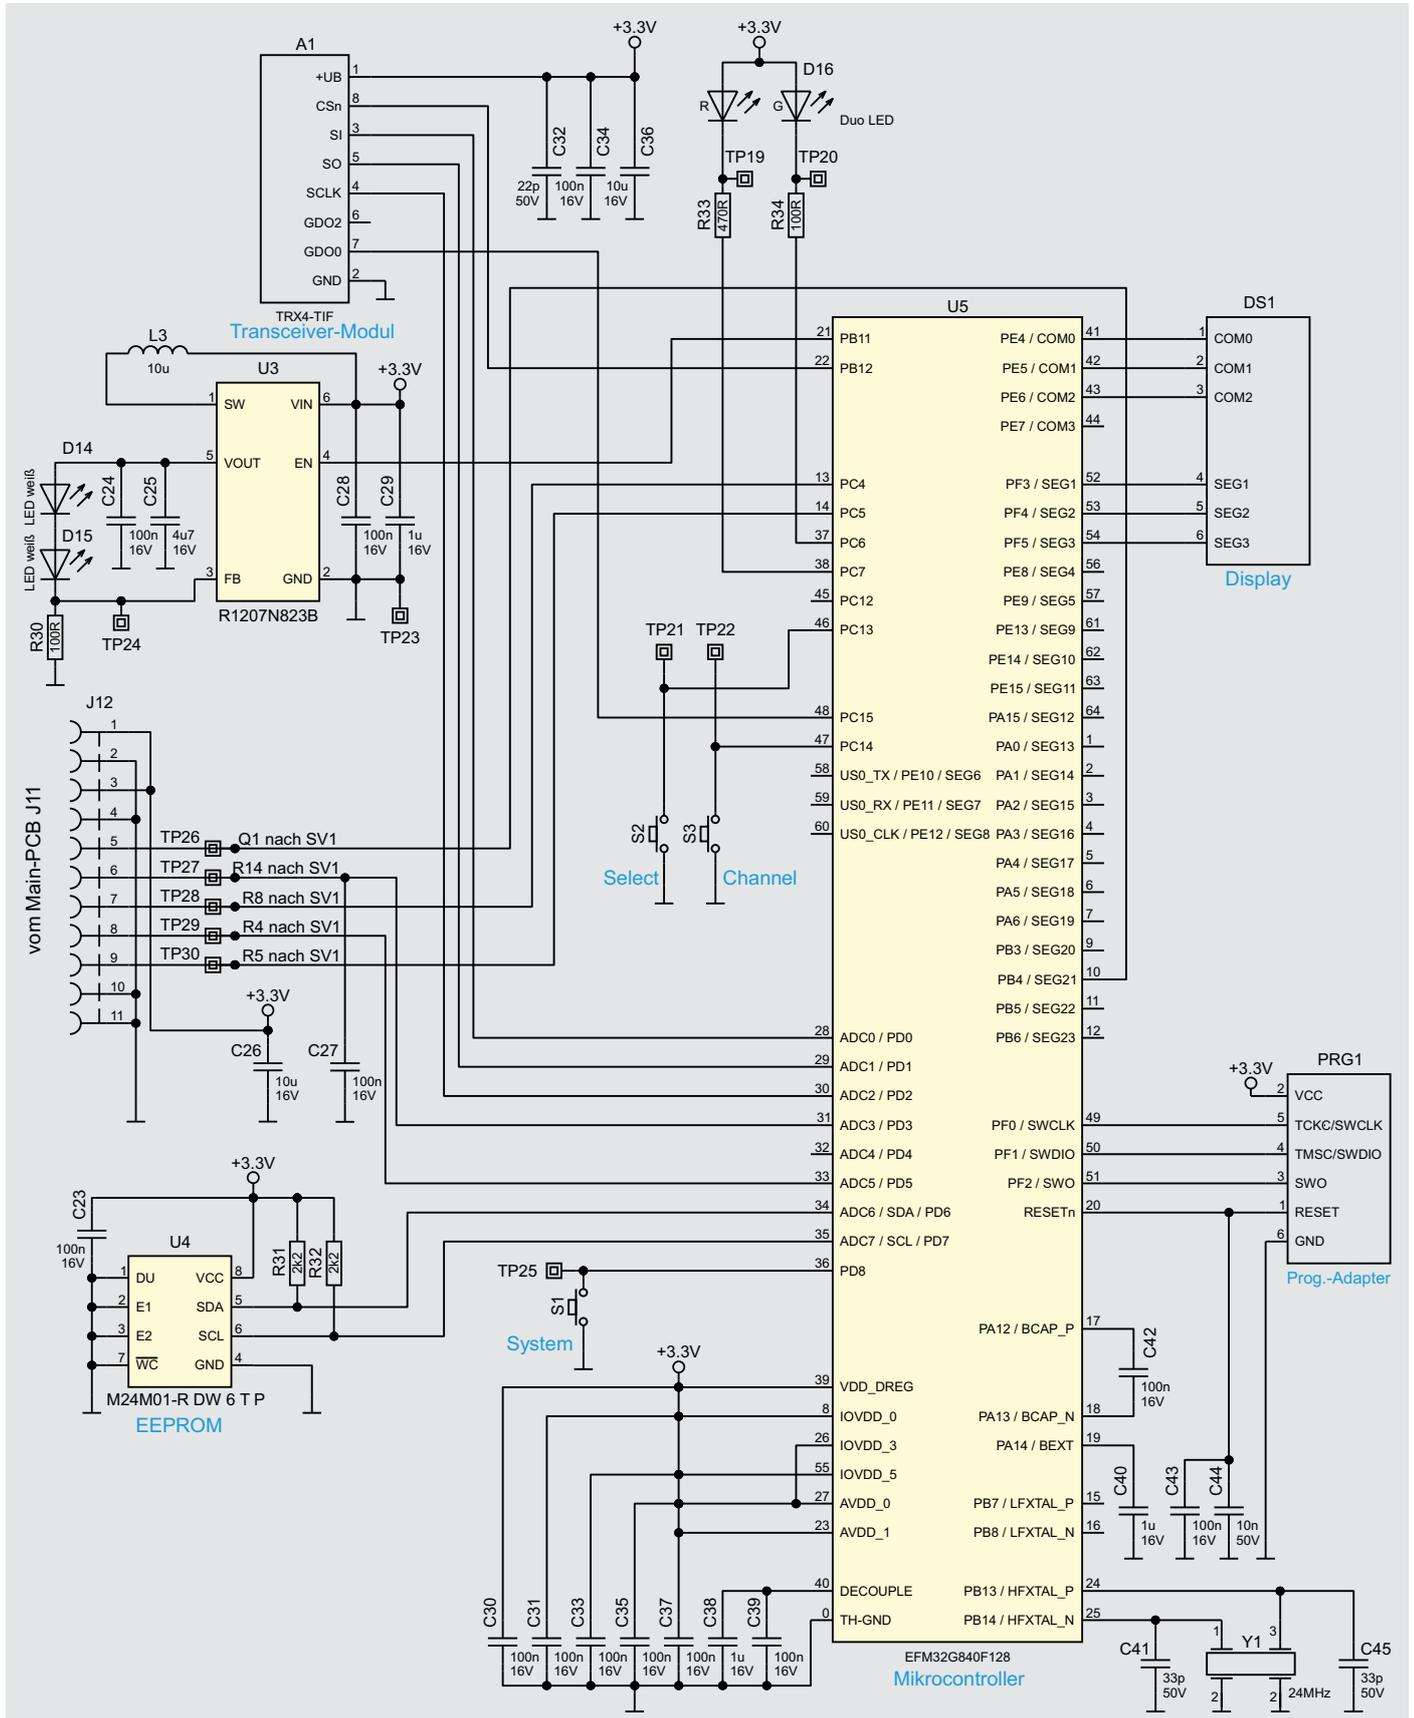

Bild 1: Schaltbild der Displayplatine (Display-PCB)
**Bild 1** zeigt das Schaltbild der Displayplatine. Das zentrale Element des Aktors ist der steuernde Mikrocontroller U5 vom Typ EFM32G840F128, an den per I2C ein externes EEPROM U4 zur dauerhaften Speicherung der Konfiguration angeschlossen ist. Mit dem Quarz Y1 und den beiden Lastkapazitäten erzeugt der Controller seinen Arbeitstakt von 24 MHz. Damit arbeitet er seine im Flash gespeicherte Firmware ab, die er in der Produktion über die Schnittstelle PRG1 erhalten hat. Per Funk lässt sich diese später jederzeit aktualisieren. Der Controller kommuniziert dabei per SPI-Schnittstelle mit dem Funkmodul A1.